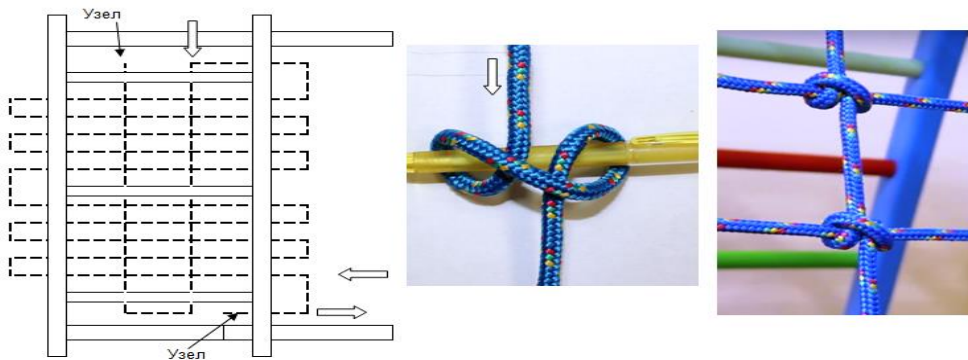

рис.2
- Крепление Горки.** Если горку не будете крепить к площадке, то не надо прикручивать крючки. Перевернуть горку скатом вниз. С противоположной от опоры стороны есть по 3 отметки для прикручивания крючков. Выкрутить уже вкрученные саморезы, установить крючки и прикрутить. Присоединить горку к опоре-перекладине ДСК (см. рис.2). Затянуть гайку и колпачковую гайку между собой для предотвращения раскручивания. Крепление к стяжке не должно быть жестким. Т.е. крючок (52) и болт (74) должны свободно шевелиться.